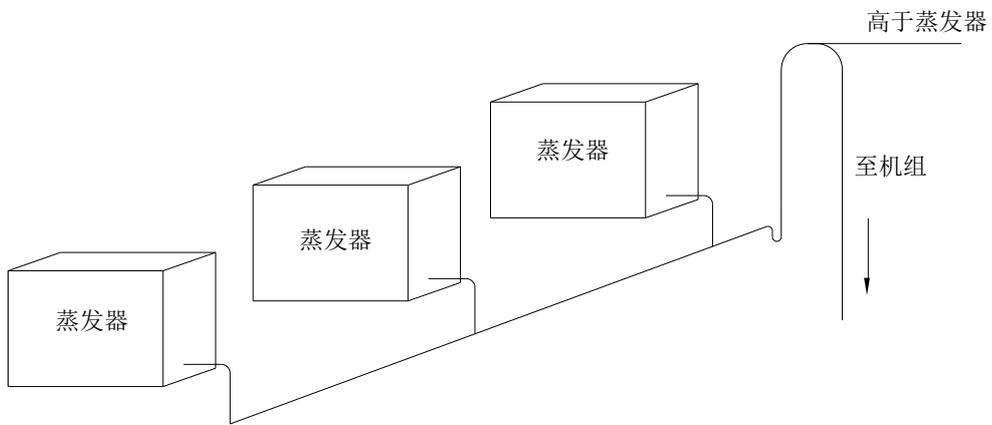

图 4
④ 当吸气管道从蒸发器下部布管时，应在吸气管路上设置一个倒 U 型弯，用以防止机组停止运行时，蒸发器中的制冷剂液体流向机组中，造成压缩机液击；（见图 4）